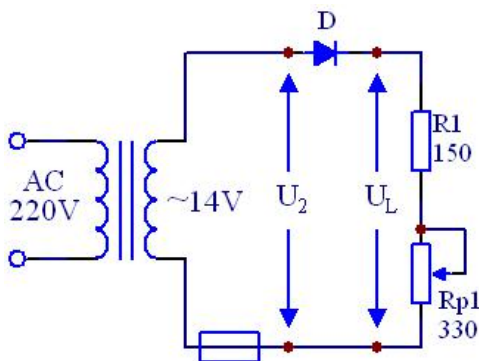
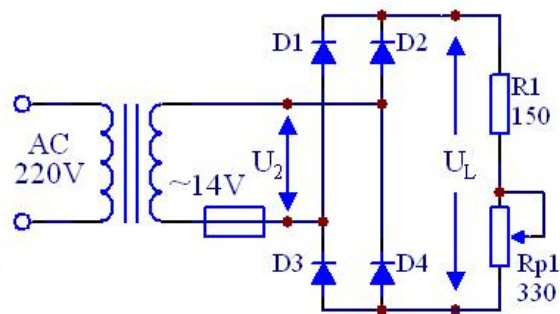

图 13.1
图 13.2
1. 半波整流、桥式整流电路实验电路分别如图 13.1, 图 13.2 所示。
当接电路图 13.2 时, 注意不能用示波器的两个输入端同时观测  $U_2$  及  $U_L$ , 因为两者不共地, 会造成烧坏保险丝。